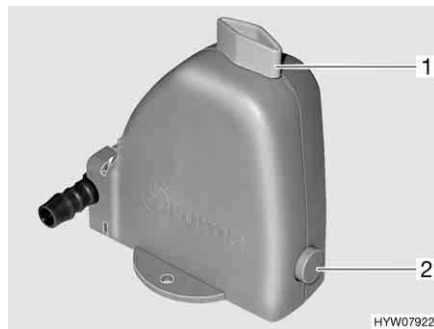

Bild 187 Sicherheits-/Ablassventil des Boilers
Der Boiler ist mit einem Sicherheits-/Ablassventil (Bild 187) ausgestattet. Das Sicherheits-/Ablassventil verhindert, dass das Wasser im Boiler einfriert, wenn bei Frost die Heizung nicht eingeschaltet ist.
- Sicherheits-/Ablassventil schließen. Dazu den Drehknopf (Bild 187,1) quer zum Sicherheits-/Ablassventil drehen und den Druckknopf (Bild 187,2) hineindrücken.
- Sicherheits-/Ablassventil öffnen. Dazu den Drehknopf (Bild 187,1) längs zum Sicherheits-/Ablassventil drehen. Der Druckknopf (Bild 187,2) springt heraus. Der Boiler wird über das Sicherheits-/Ablassventil nach außen entleert.